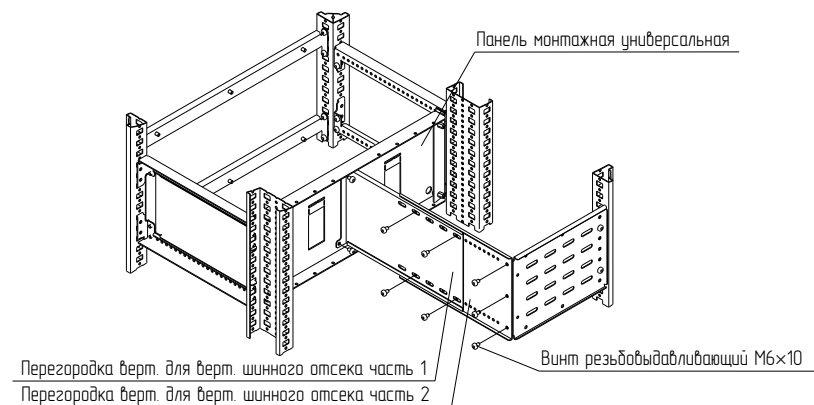

Рисунок 147
4.48.6 Раздвинуть перегородку секционирования вертикальную шинного отсека на нужное расстояние и закрепить винтами М6×10 (рисунок 147). Момент затяжки – 7 Н·м.